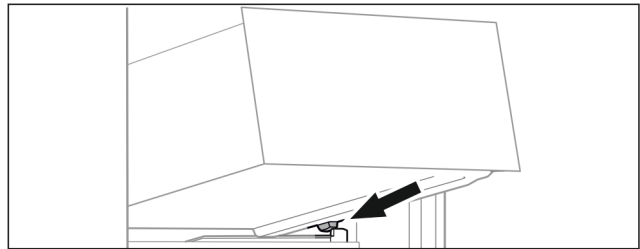

Fig. 96
- ▶ Встановити висувний ящик за стопорами на ребро для резервуару навкоси. (див. Fig. 96)